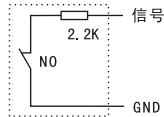
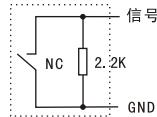

图 1
图 2
- ①、分机报警探头连接：
- a. 在分机的背后有四组报警方式选择插针座，分别是：烟感、瓦斯、红外、门磁。这些插针座在安装时应根据连接情况作出适当的选择：不连接报警探头的插针应插上短路块，否则会一直报警；连接报警探头的插针应拔下短路块，否则不能正常处理警情。在报警探头中有些是开路报警NO式（无报警时控制触点常闭，报警时控制触点断开），有些是短路报警NC式（无报警时控制触点常开，报警时控制触点接通），当探头报警方式为NO式时，应在探头触点间串接—2. 2K电阻(如图1)；当探头报警方式为NC时，应在探头触点间并接—2. 2K电阻(如图2)。连接电阻时应将电阻连在靠近探头触点端，这样可使分机探头在遭到强行拆卸时能正常发出警报声。每组探头端口可接多个相同的探头监测多个地点，方法是：NO式探头报警触点串联连接（如图3）；NC式探头报警触点并联连接（如图4）。在连接中相同的一